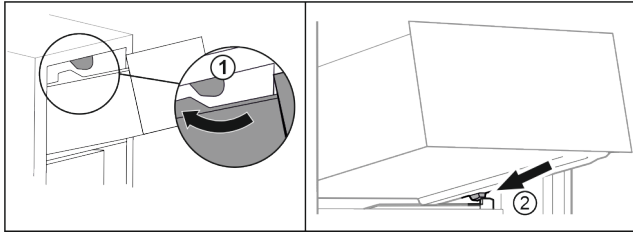

Fig. 112
- ▶ Guider le tiroir en contournant les butées supérieures. Fig. 112 (1)
- ▶ Placer le tiroir, en l'inclinant, derrière les butées inférieures sur la nervure de récipient. Fig. 112 (2)